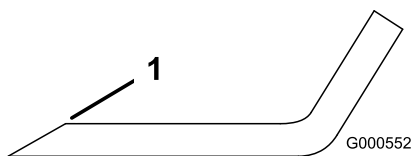

Figure 65
1. Au moyen d'une lime, aiguisiez les tranchants aux deux extrémités de la lame (Figure 65).
Remarque: Si la lame est déséquilibrée, limez un peu l'extrémité de l'ailette seulement (Figure 65).